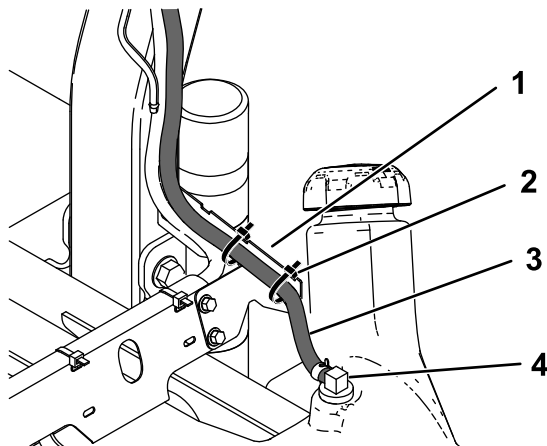
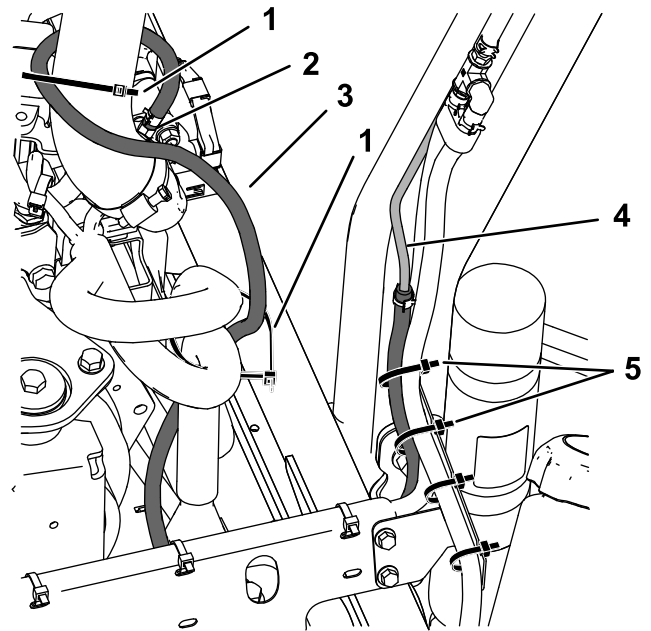

Figura 11
Figura 12
9. Conecte la manguera izquierda (1/4" x 19") al acoplamiento situado cerca del cuello de llenado usando una abrazadera (1/2"), como se muestra en la Figura 11.
12. Sujete la manguera al soporte pequeño usando 2 bridas (Figura 11).
13. Conecte la manguera trasera (3/16" x 53") al tubo de ventilación de combustible con una abrazadera (1/2"), como se muestra en la Figura 12.
14. Enrute la manguera hacia abajo por la barra antivuelco, luego hasta el orificio del colector del motor. Conéctelo al orificio con una abrazadera (13/16"), como se muestra en la Figura 12.
15. Sujete la manguera a las mangueras del motor con 2 bridas (Figura 12).
16. Sujete las 3 mangueras al soporte pequeño con 2 bridas (Figura 12).
3. Coloque el asiento en el depósito de combustible con los soportes del asiento entre los soportes del kit y el depósito de combustible (Figura 11 y Figura 12). Conecte el arnés de cables al asiento.